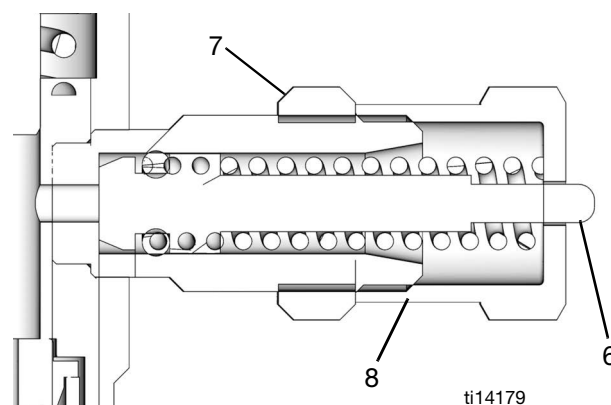

FIG. 1
Los números de referencia utilizados en las siguientes instrucciones se refieren a la FIG. 1.
Para evitar fallos de componentes, la tuerca de ajuste (8) no debe sobresalir más allá de la posición de retracción total del pistón (6). Consulte la FIG. 1.